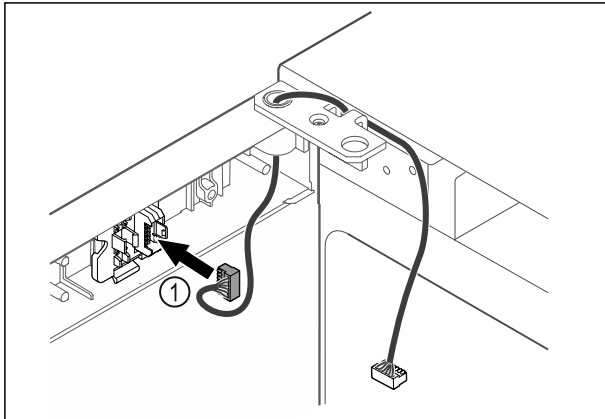

Fig. 42
- ▶ Aseta pistoke Fig. 42 (1) pistokkeenpitimeen.